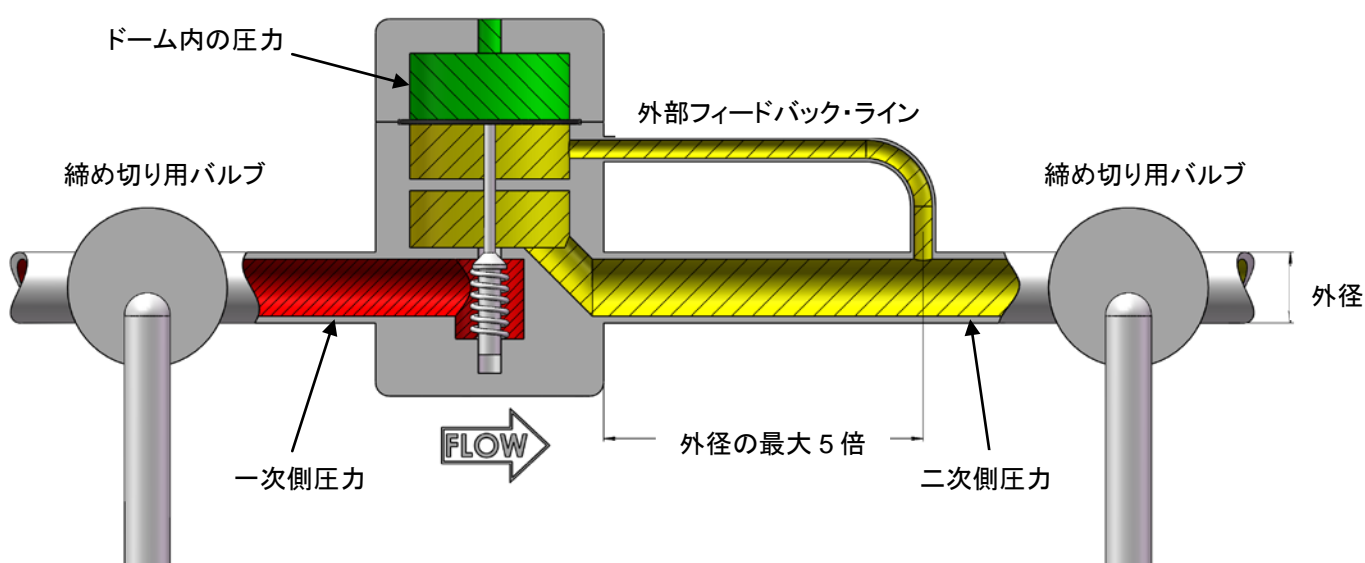

図 6
- 外部フィードバック・ラインは、下流側のチューブ／配管径の最大 5 倍の距離で、下流側の配管で乱流のないエリアに接続してください(図 6)。